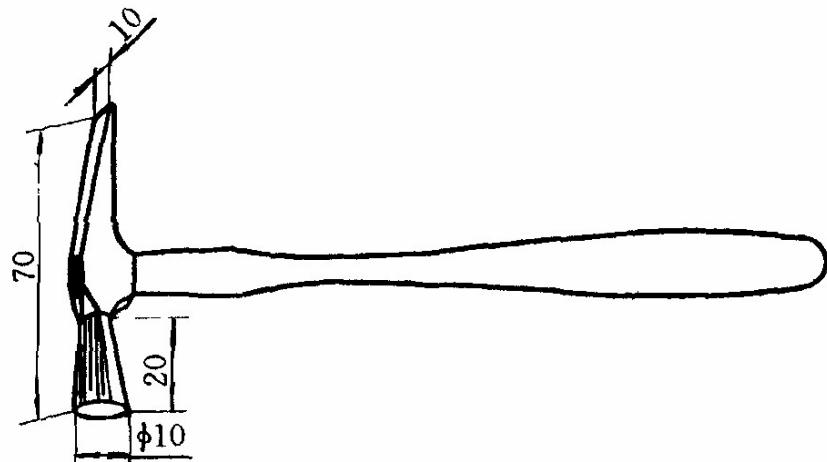

图1—12 镙头
11. 表架 表架用来支放主夹板。通常分为专用表架与活动表架。专用表架（见图1—13）又可分为装主传动轮系的传动表架；装上条拨针机构、辅助传动以及装表盘、表针的盘针表架；以及装表壳的装壳表架等。在装壳表架上有一小柱，用来顶拉挡轴，装壳前、后拉出或推入柄轴相当方便。专用表架适用于正式生产之中。